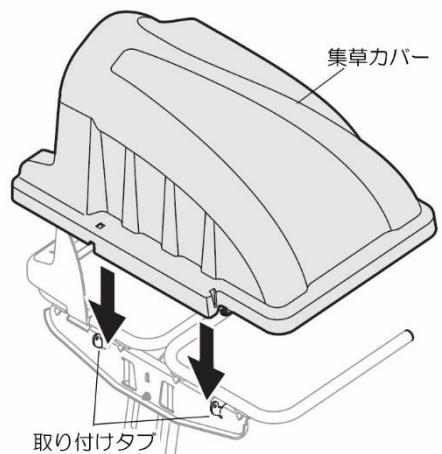

図11
- 図11を参照し、ハンガーアセンブリに集草カバーを取り付けます。集草カバーは2つの取り付けタブの間に入ります。